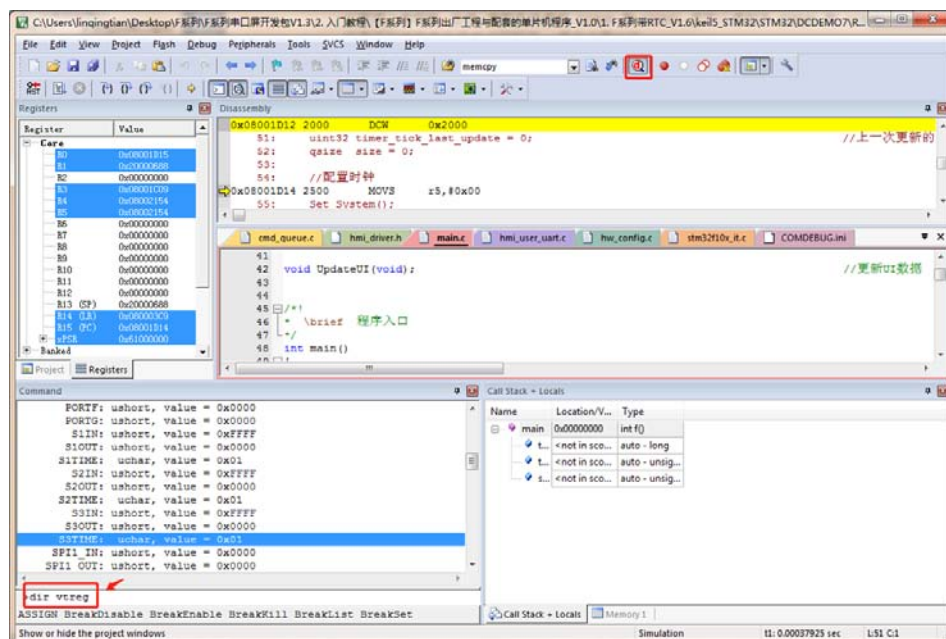

图 4-4 查看仿真串口
- (1) 点击 KEIL 软件菜单中【Debug】按钮进入调试状态，然后在 KEIL 工程左下角窗口输入“DIR VTREG”即可以查看当前 MCU 仿真支持的多少个串口，如图 4-4 所示；